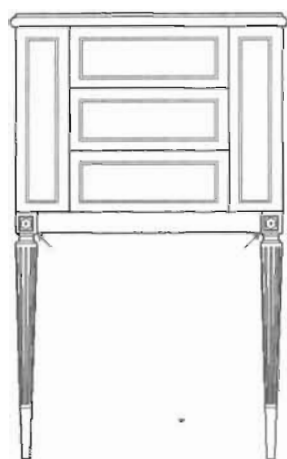

图 10-183
(13) 将绘制好的柜脚复制一个到另外一侧, 最后捕捉 40mm×40mm 矩形下方的端点绘制一条水平线, 这是望板的立面轮廓线, 如图 10-183 所示。